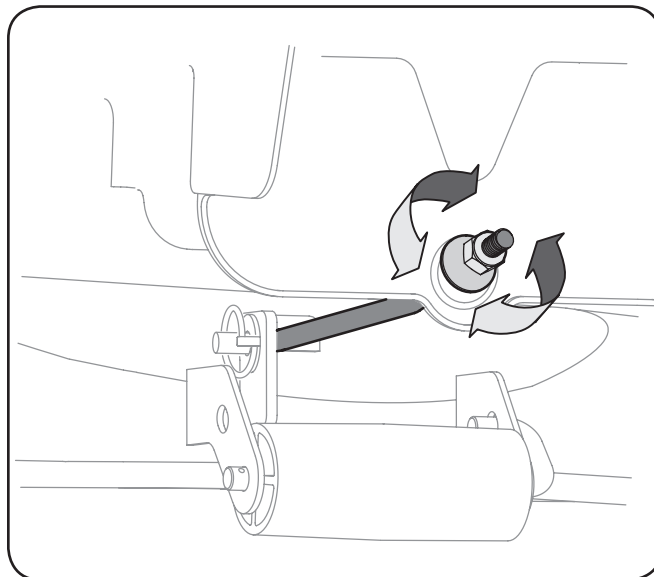

Figura 6-4
1. Localiza la tuerca de seguridad con brida en la varilla de suspensión de cubierta como se muestra en la Figura 6-4.
- Para bajar la parte delantera de la plataforma, afloje (rosca hacia afuera) cada tuerca hexagonal, alejándola de la ménsula de suspensión frontal. Vea la Figura 6-4.